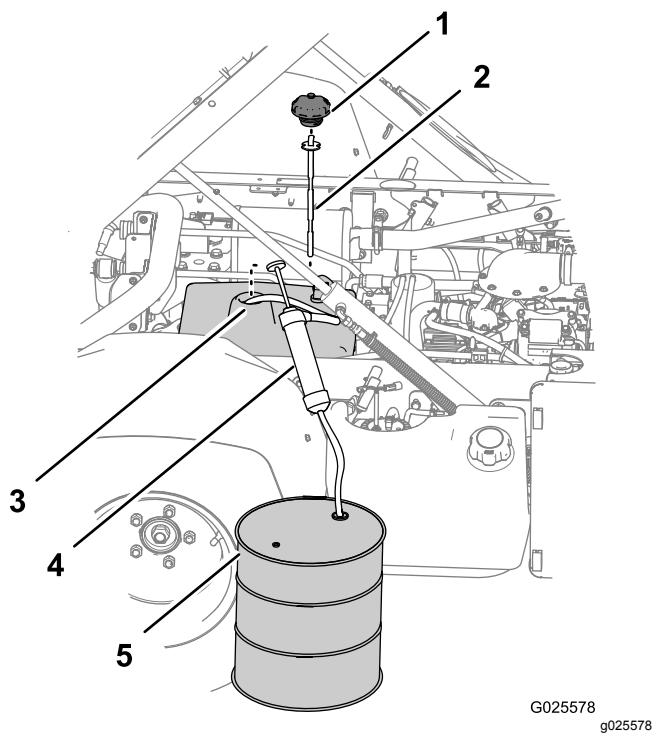

Figura 82
3. Rimuovete il tappo e l'asta di livello dal collo di riempimento del serbatoio idraulico (Figura 82).
4. Inserite il flessibile di ingresso dell'attrezzatura per il pompaggio attraverso il collo di riempimento del serbatoio idraulico sino al fondo dello stesso (Figura 82).
5. Orientate il flessibile di scarico dell'attrezzatura di pompaggio in un contenitore di raccolta (Figura 82) con capacità di 11,4 litri – Modello non TC o capacità di 19 litri – Modello non TC
7. Rimuovete l'attrezzatura per il pompaggio dal serbatoio idraulico (Figura 82).
8. Aggiungete 7,5 litri (modello non TC) o 15,1 litri (modello non TC con kit apparati idraulici ad alto flusso (opzionale) o modello TC) del fluido idraulico specificato nel serbatoio idraulico (Figura 82).
9. Inserite l'asta di livello e il tappo sul collo di riempimento del serbatoio idraulico (Figura 82).